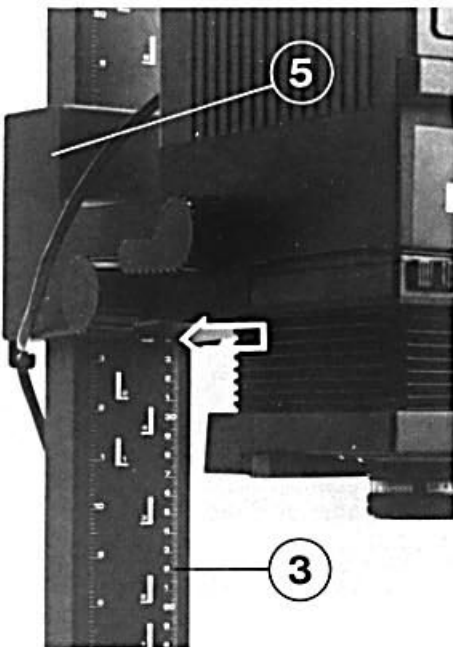

Bild 13
Die Einstellung des Vergrößerungsmaßstabes erfolgt durch Höhenverstellung des Gerätekopfes. Auf der Führungssäule (3) sind Markierungen mit den Vergrößerungsfaktoren für 75 mm- und 50 mm-Objektive sowie eine cm- und inch-Skala aufgedruckt. Bei der Einstellung ist die Unterkante des Haltearms (5) auf die jeweilige Markierung zu stellen (Bild 13).